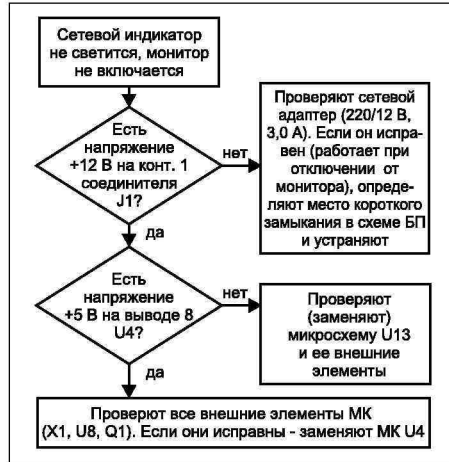

Рис. 9
- Световой индикатор не светится, монитор не работает (рис. 9);